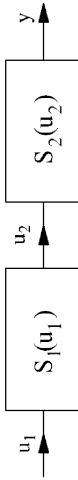

Abbildung 8: Hintereinanderschalten von zwei nichtlinearen Gliedern
- d) Lösung siehe Abbildung 8 (vergleiche Messechnik, Abb. 3.9):